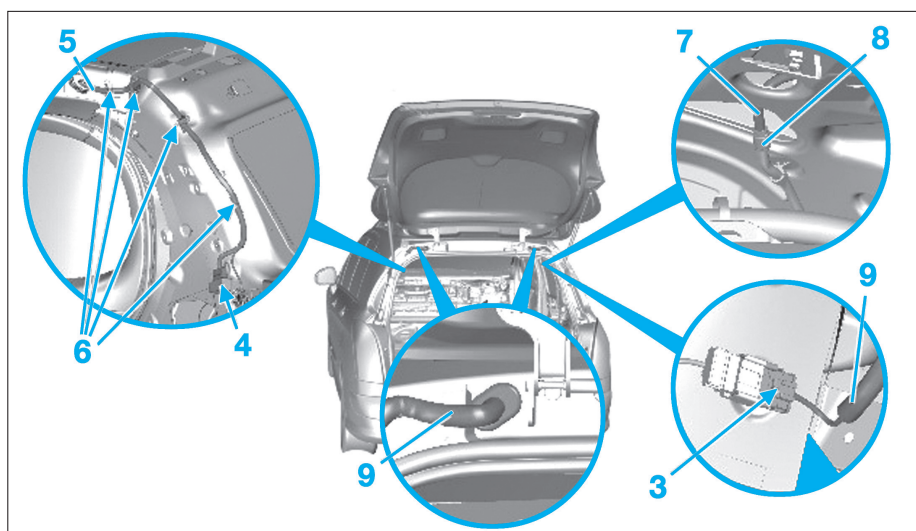

Fig. 179
- Débrancher les connecteurs (3) et (4) (Fig.179).
- Dégrafer le faisceau (5) en (6).
- Désaccoupler le tuyau lave-vitre (7) du raccord (8).
- Dégrafer les fourreaux (9).
- Dégager les faisceaux (5) et (9) et la durit (7).